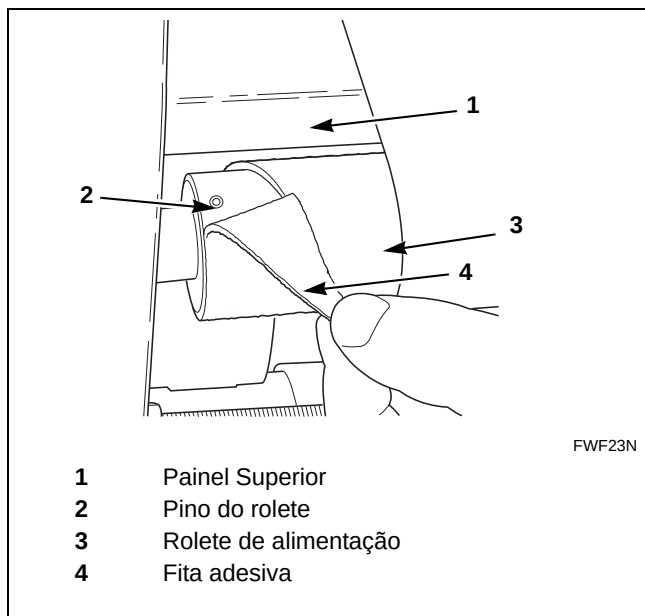

Figura 28
3. Puxe a fita adesiva do lado esquerdo do rolete de alimentação para trás para expor o pino do rolete. Consulte a *Figura 28*.